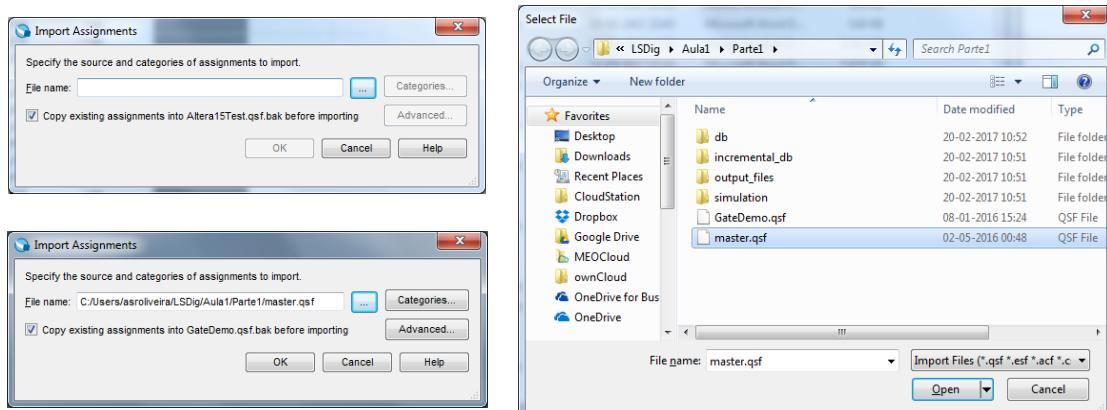

Figura 23 – Seleção e importação do ficheiro “master.qsf” com as definições dos pinos da FPGA ligados aos dispositivos do kit.
- 15.** Para implementar o circuito em hardware real (FPGA), importe agora as definições de pinos da FPGA da placa de desenvolvimento que vai usar (localização física dos pinos aos quais estão ligados à FPGA os vários dispositivos da placa – e.g. LEDs, interruptores, displays, etc.). Para tal use o menu “*Assignments→Import Assignments*” (Figura 23).